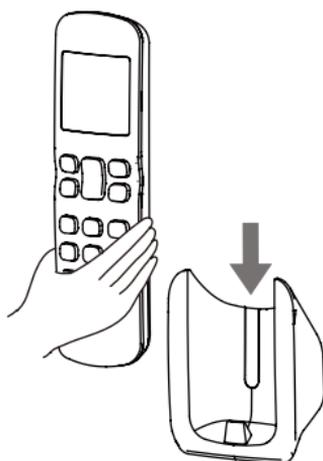

Рисунок 2.5
3) Вставьте пульт ДУ в держатель в направлении вертикально вниз (см. Рисунок 2.5).